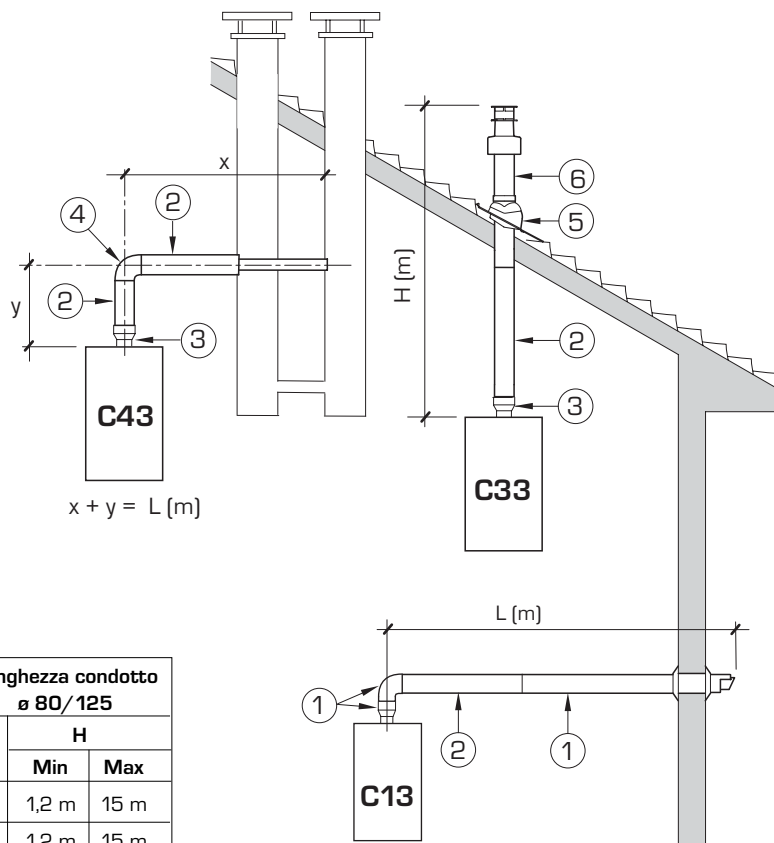

Fig. 6
2.5 INSTALLAZIONE CONDOTTO COASSIALE Ø 60/100 - Ø 80/125 (fig. 6)
Gli schemi di fig. 6 illustrano alcuni esempi dei diversi tipi di modalità di scarico permessi e le lunghezze massime rag-